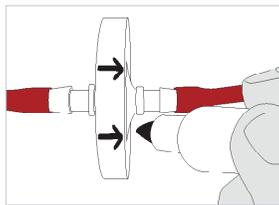

Abbildung 3
2. Bevor Sie den Filter entfernen, markieren Sie die Flussrichtung zum Phasitron® mit einem Markierstift, um bei der Wiederverwendung des Filters sicherzustellen, dass er in der gleichen Richtung angeschlossen wird. **(Abb. 3)**